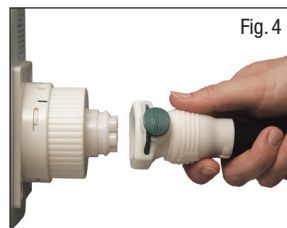

Fig. 4
3. Collegare il tubo di erogazione dell'aria in uscita dal cuscino nell'adattatore, facendo combaciare gli indicatori di allineamento (Fig. 4). Accertarsi che si innesti correttamente in posizione, al fine di evitare possibili perdite d'aria.